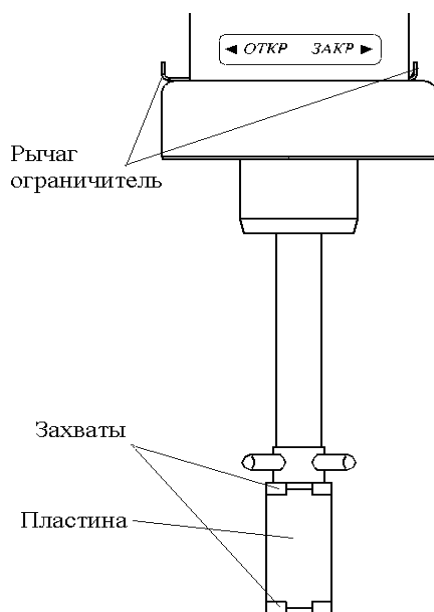

Рисунок 11 – Установка образца битума
- Перевести рычаг - ограничитель расстояния между захватами в положение «ОТКР» (см. рисунок 11).